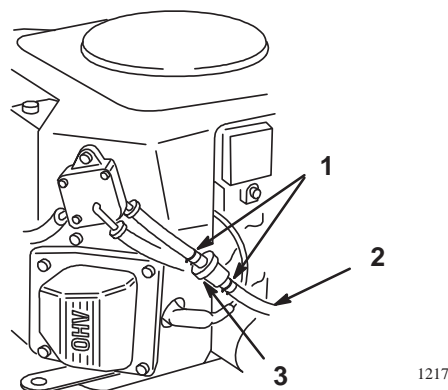

Figure 31
4. Pincer les extrémités des colliers et faire glisser ceux-ci pour les éloigner du filtre (Fig. 31).